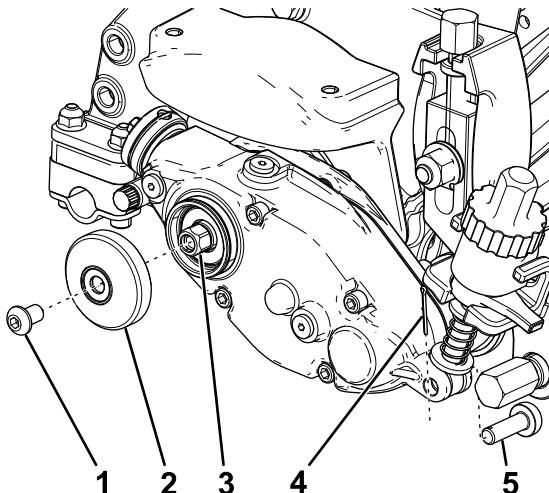

Bild 2
1. Entfernen Sie den Splint und die Einstellstifte von der Einstellerarmstange (Bild 2).
2. Entfernen Sie die Sechskantschraube und die äußere Abdeckung vom Groomerantrieb (Bild 2).
4. Verwenden Sie einen Holzblock oder lassen Sie die Spindel von einer Person festhalten, wenn Sie den Sechskantantrieb lösen (Bild 2).